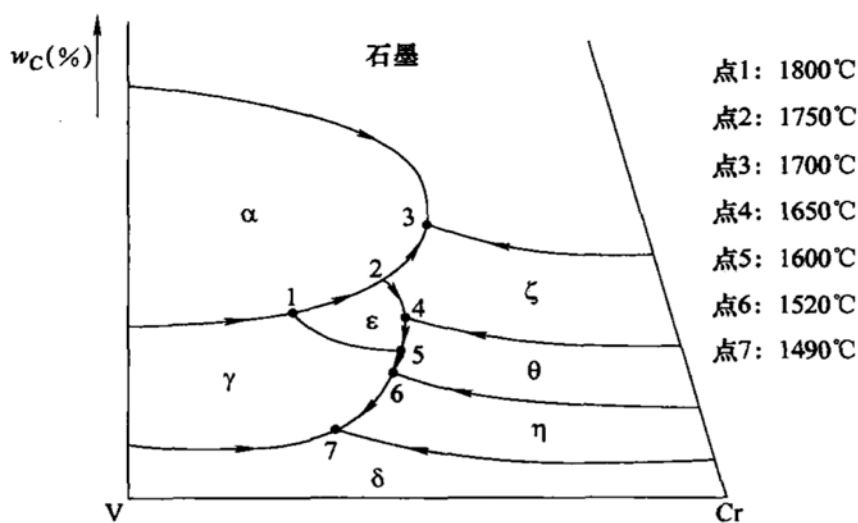

图 21-3 第六题第 2 小题图
2. 图 21-3 为 V-Cr-C 三元系液相图投影图 (示意图) 的一部分，请列出所有四相平衡反应的反应式，并说明属于什么反应。